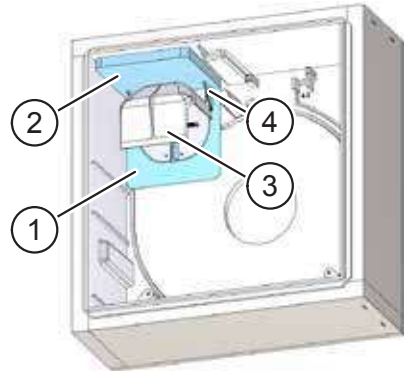

Abb. 24: Rückschlagklappe einbauen – Ausblasrichtung nach hinten
- ▶ Setzen Sie die Rückschlagklappe (Pos. 1 in Abb. 24) mit der Nase in die Nut am Gehäuse ein und rasten Sie die Rückschlagklappe ein.
- ▶ Setzen Sie die Verschlussplatte (Pos. 2 in Abb. 24) ein und rasten Sie diese hörbar ein.
- ▶ Setzen Sie das Abweisteil (Pos. 3 in Abb. 24) in die Halteecken (Pos. 4 in Abb. 24) der Verschlussplatte ein.